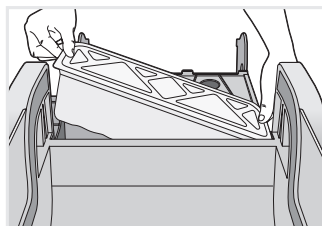

Fig. 11
- Appuyer sur les quatre coins du couvercle pour bien le sceller au bac de récupération, dégager le rebord du bac de récupération jetable des languettes qui le retiennent en place, puis soulever le bac de récupération et le jeter (Fig. 11).